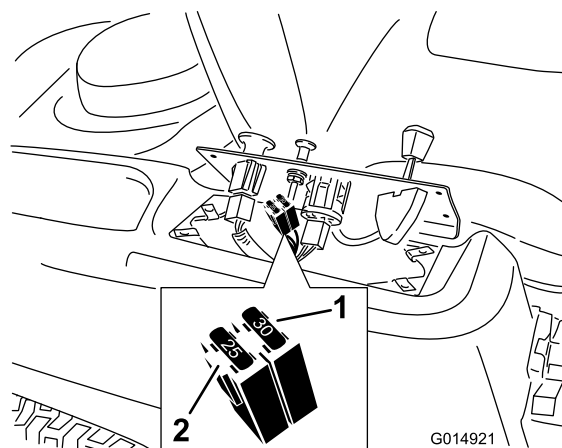

Figura 48
2. Levante o painel de controlo para ter acesso à cablagem principal e ao bloco de fusíveis (Figura 48).
3. Para substituir fusíveis, puxe o fusível para o retirar (Figura 48).